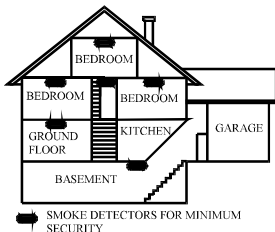

Abbildung 3: Standort zur Anbringung von Rauch- und Wärmemeldern für mehrstöckige Wohnungen
- ◆ Installieren Sie einen Rauch- und Hitzemelder auf jedem Stockwerk eines mehrstöckigen Hauses oder Apartments, wie in Abbildung 3 gezeigt.